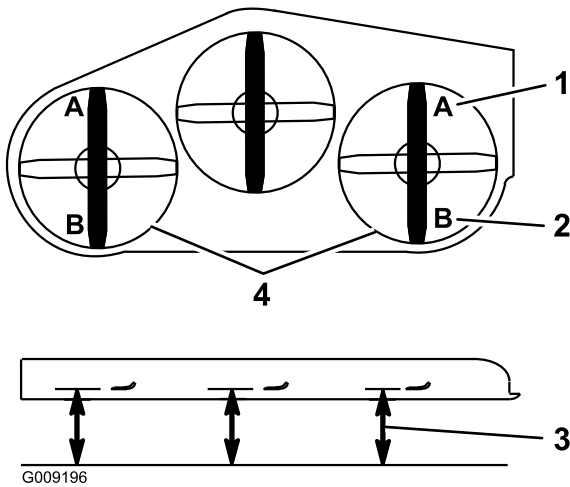

Figura 107
9. Em ambos os lados da plataforma, meça do nível da superfície até à ponta dianteira da lâmina (Posição A) como se mostra na Figura 107.
15. Em ambos os lados da plataforma, meça do nível da superfície até à ponta traseira da lâmina (posição B) como se mostra na Figura 107.